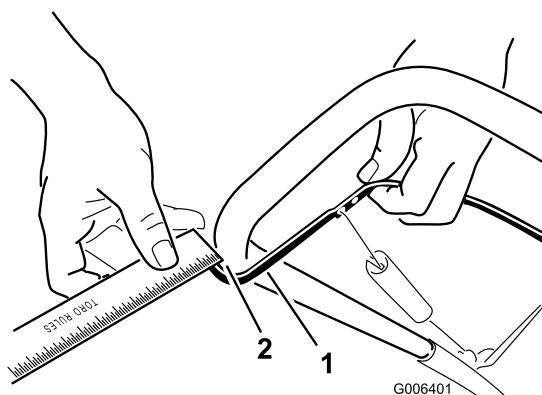

Figure 26
Rapprochez la barre de commande du guidon pour tendre le câble de commande (Figure 26).
**Remarque:** Vérifiez que la barre de commande et le guidon sont espacés de 2 à 3 mm (1/16 à 1/8") (Figure 26).
2. Accrochez le raccord en Z à un trou plus haut ou plus bas sur la biellette de réglage de manière à obtenir un écart de 2 à 3 mm (1/16 à 1/8") entre la barre de commande et le guidon (Figure 26).